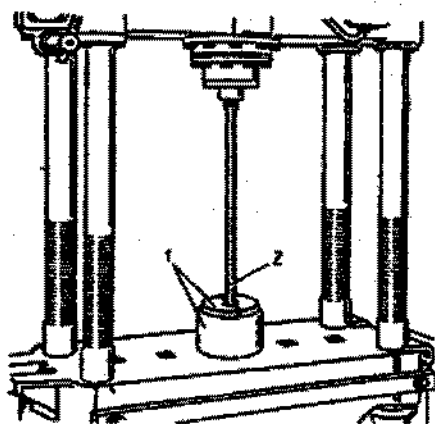

Fig. 3-55. Remoção do anel-trava: 1 - dispositivo de remoção; 2 - semi-árvore
3. Posicionar a semi-árvore em uma prensa (fig. 3-55), e aplicar uma pressão progressiva sobre a extremidade estriada da mesma, até remover o anel-trava do rolamento. O anel-trava do rolamento da semi-árvore somente pode ser instalado uma vez; se este for removido, deverá ser substituído.